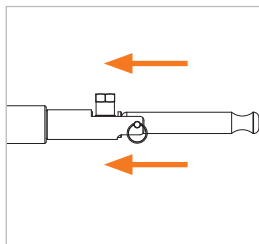

Abbildung 8
- ▶ Bewegen Sie den Adapter leicht in Richtung des Prüflings (Abbildung 8). Die Spannanzgen öffnen sich. Dadurch wird die Verbindung zum Prüfling gelöst und der Adapter kann gerade nach hinten abgenommen werden.